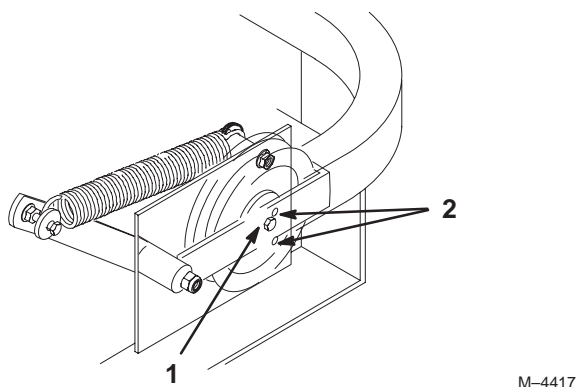

Figure 62
6. Vérifiez la tension de la courroie. Le boulon central de la poulie de tension rappelée par ressort doit se trouver entre les deux trous d'alignement de la plaque de support gauche (Fig. 62).
Remarque : Contrôlez la position du boulon central à la hauteur de coupe la plus basse. Le boulon central doit être au même niveau ou en dessous du trou d'alignement supérieur. Contrôlez la position du boulon central à la hauteur de coupe la plus haute. Le boulon central doit être au même niveau ou au-dessus du trou d'alignement inférieur (Fig. 62).
8. Vérifiez de nouveau la tension de la courroie. Le boulon central de la poulie de tension rappelée par ressort doit se trouver entre les deux trous d'alignement de la plaque de support gauche (Fig. 62). Réglez au besoin et serrez toute la visserie solidement.